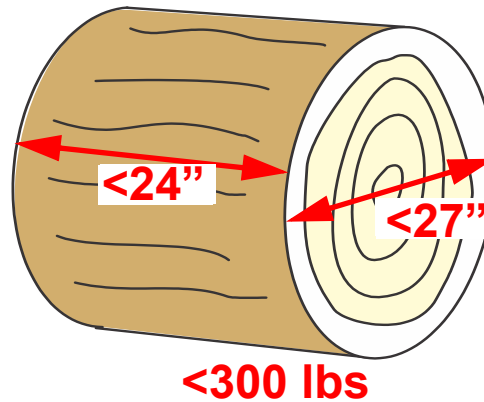

FIG. 3-4
**See Figure 3-4.** La bille doit présenter une longueur inférieure à 24", un diamètre de 27" et peser au maximum 300 lbs.